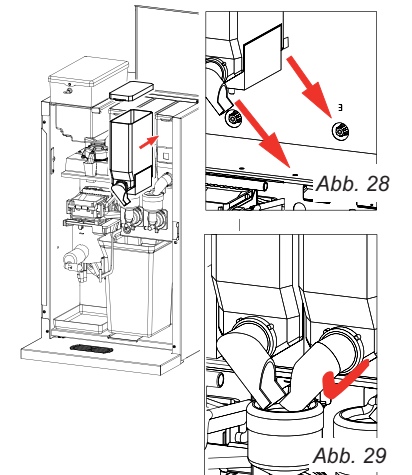

Abb. 28
3. Setzen Sie den (die) Behälter wieder in der richtigen Reihenfolge ein. Achten Sie darauf, dass die Antriebsbuchse des Behälters über das Zahnrand in die Rückwand fällt und dass die Fixiernocke unter dem Auslauf in die Platte einrastet (Abb. 28).